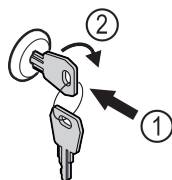

Fig. 196 Immagine a titolo di esempio
- Inserire la chiave Fig. 196 (1).
- Ruotare la chiave di 90° in senso orario Fig. 196 (2).